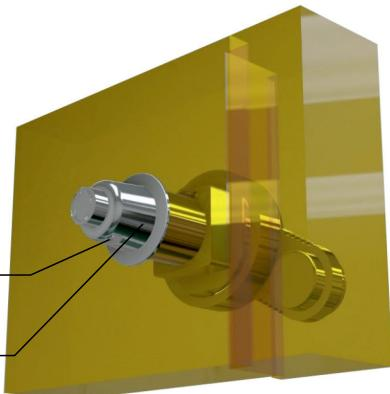

Рис.1
**Шаг 1.** Для ввода ключа в секрете замка выполнен специальный паз (рис.1)